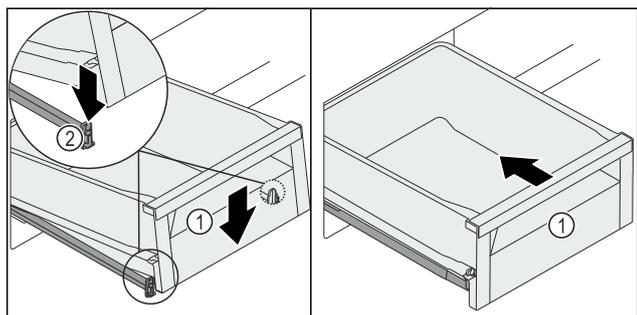

Fig. 124
- ▶ Abaisser l'avant du tiroir *Fig. 124 (1)* de manière à insérer le tiroir dans les languettes *Fig. 124 (2)* à gauche et à droite.
- ▶ Vous entendrez le tiroir *Fig. 124 (1)* s'enclencher.
- ▶ Pousser le tiroir *Fig. 124 (1)*.